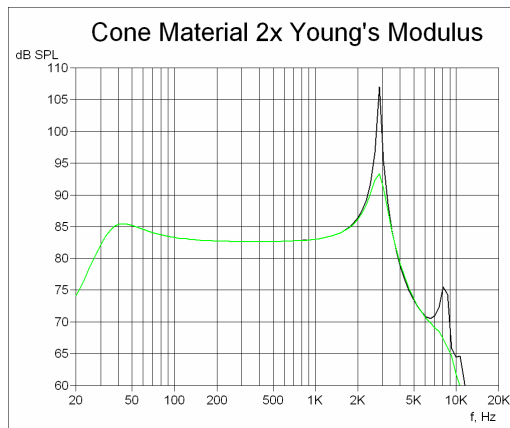

图 9 第二次预估值——基本符合
- 根据已知材料频响曲线或已知分裂震动模型，调整杨氏模量。观察计算出的频响曲线的峰值和谷值。见图 9。